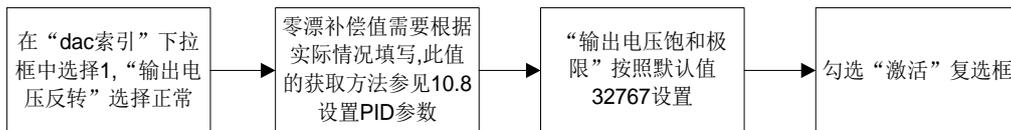

图 4-31 闭环模式下 dac 配置流程
- (2) 切换到'step'页。取消勾选'激活'复选框。
- (3) 切换至'dac'页，如图 4-31 所示。